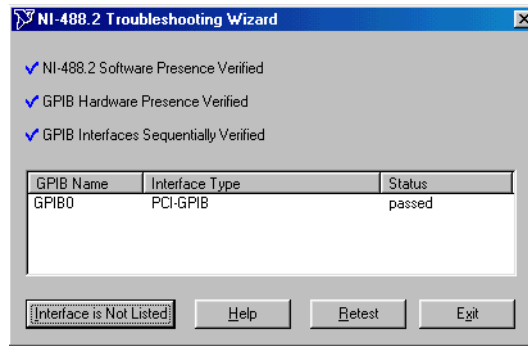

Figure 2–5 Assistant de dépannage NI-488.2
5. Après avoir vérifié le logiciel, le matériel et les interfaces comme indiqué avec la *Figure 2–4 Assistant de démarrage NI-488.2*, cliquer sur **Exit**.